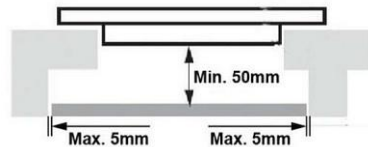

Abb. 4
- Bringen Sie einen Holzeinsatz in einem Mindestabstand von 50 mm vom Boden des Kochfeldes mit Hilfe von Schrauben an. Beachten Sie die in Abb. 4 angegebenen Abstände.